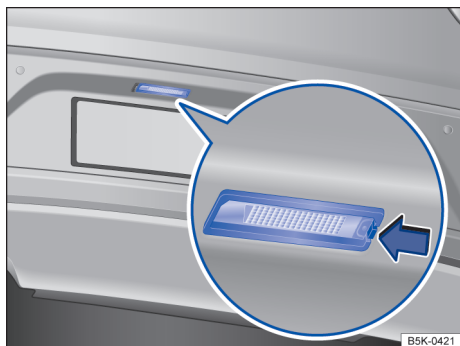

Fig. 195 No para-choque traseiro: luz da lanterna da placa de licença
- 2 Pressione a lingueta de encaixe da lanterna removível no sentido da seta → Fig. 195.